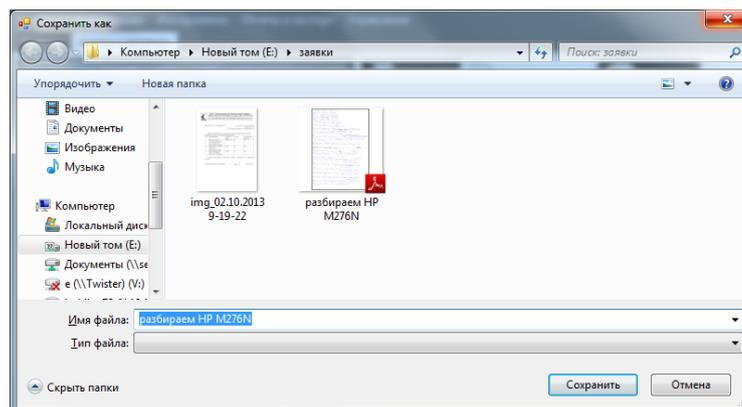

Рисунок 107
- В открывшемся окне – Сохранить как (рис.107)